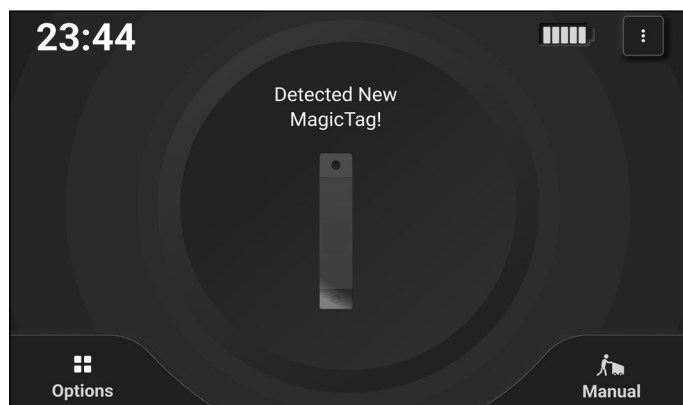
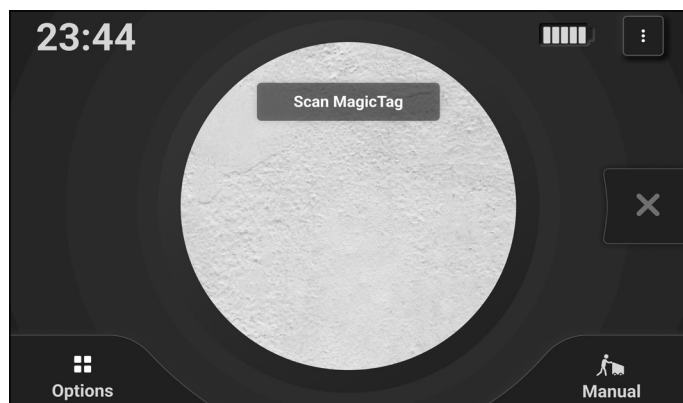

Figure 40
Figure 41
2. Une fois que l'appareil a détecté le MagicTag (**Fig. 40**), assurez-vous que le MagicTag se trouve dans le cadre de la caméra sur l'écran tactile pour qu'il soit scanné (**Fig. 41**).